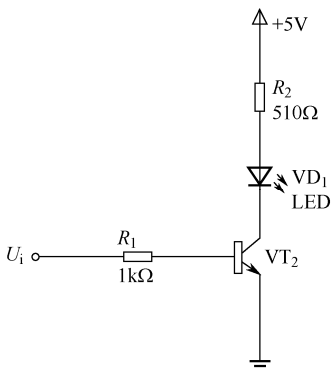

图 4-5 电路搭建（二）
(3) 按照图 4-5 所示的电路图正确搭建电路。
(4) 观察图 4-5 中的电路，并将观察现象填入表 4-2 中。